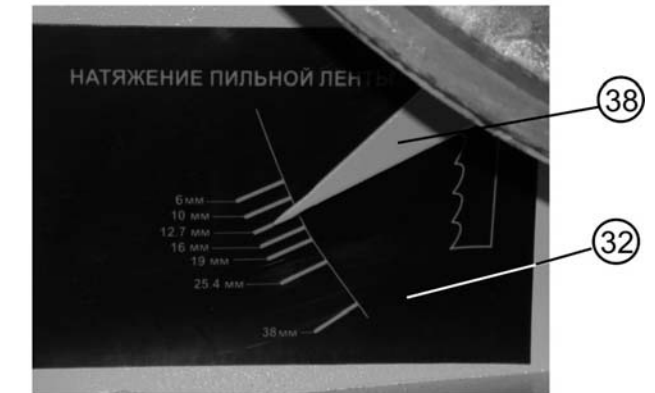

Рис.12
11.4.3. Регулировка пильной ленты (10) производится вращением маховика натяжения (4), контролируется по шкале (39) и указателю (38), Рис. 12, через окно индикатора натяжения (5), расположенное на верхнем кожухе (6) пилы, в зависимости от ширины применяемой пильной ленты (10), Рис.2.